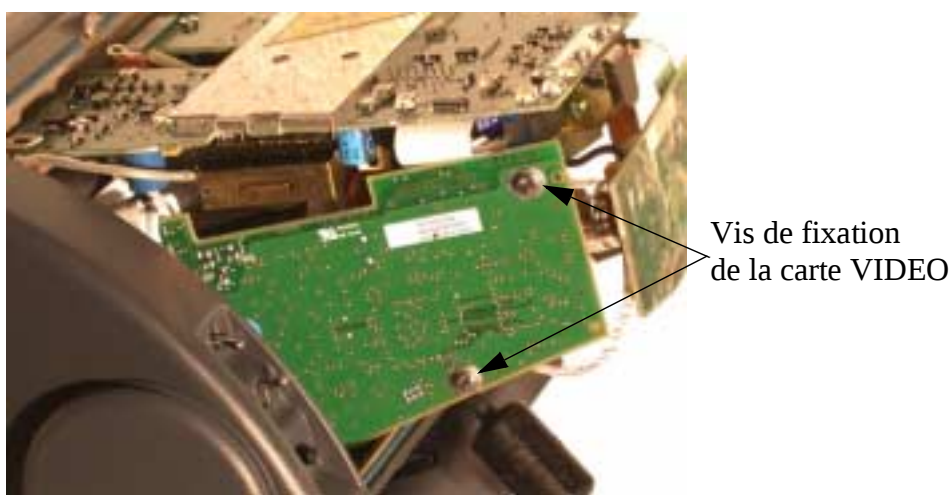

Figure 1.6 : Fixation de la carte VIDEO
- Dévisser les 2 vis de fixation de la carte (figure 1.6).